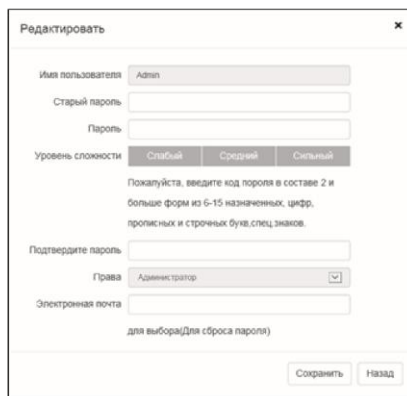

Рис. 2 Интерфейс активации устройства
- Введите имя пользователя и пароль по умолчанию: admin/admin (имя пользователя не чувствительно к регистру), после чего появится всплывающее окно для изменения пароля, как показано на рис. 2.